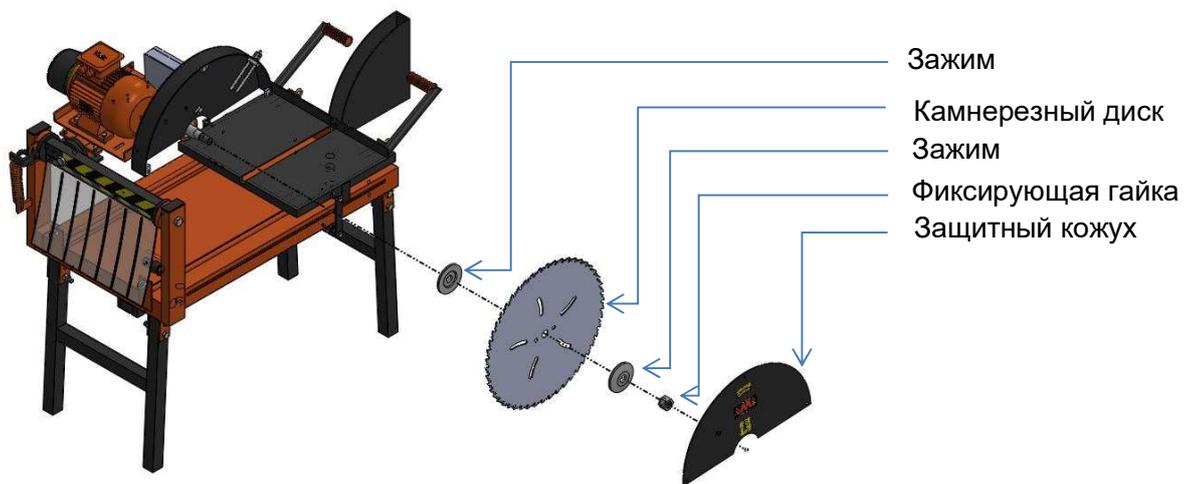

Рисунок 3: Установка камнерезного диска
- Диск необходимо установить между двумя зажимами, после чего затянуть фиксирующую гайку (см. **Рисунок 3**).